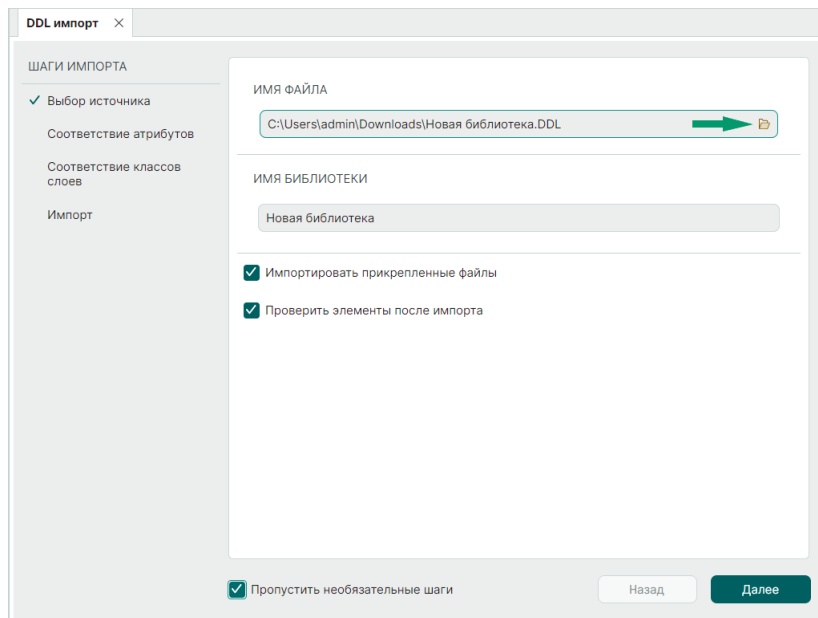

Рис. 8 Выбор источника и определение параметров
4. В поле «Имя файла» укажите полное имя импортируемого файла или нажмите на символ  и выберите файл с помощью проводника. Поле «Имя библиотеки» заполнится автоматически, при необходимости измените введенное имя, установите флаги в чек-боксы для импорта прикрепленных файлов, проверки элементов после импорта и пропуска необязательных шагов и нажмите «Далее», см. Рис. 8.